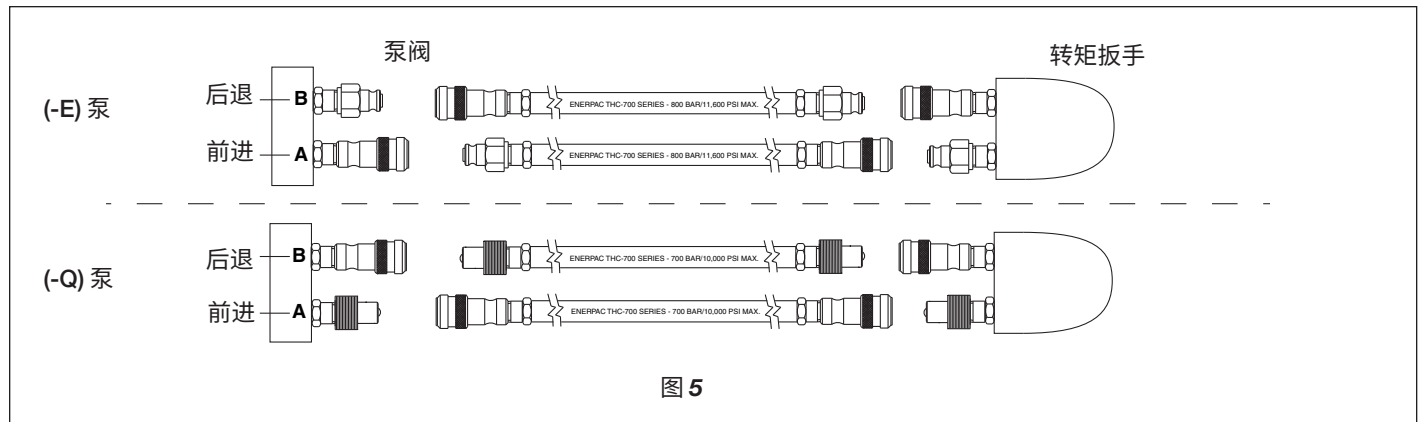

图 5
如图 5 所示连接软管。
1. 适合使用 Enerpac SQD 和 HXD 转矩扳手的 (-E) 型泵。确保使用标有“ENERPAC THC-700 SERIES - 800 Bar/11,600 psi max”的软管。这些软管上的接头已经在工厂经过了“极化处理”,可确保扳手操作正确性。(见图 5)
2. 适合使用 Enerpac S 和 W 转矩扳手及其他品牌转矩扳手的 (-Q) 型泵。使用标有“Enerpac THQ-700 series-700 bar/10,000 psi max.”的软管。接头必须按图 5 所示进行极化处理,以确保扳手操作正确性。操作前确保接头完全啮合并已拧紧。如果接头只是部分啮合,将会妨碍扳手正确操作。